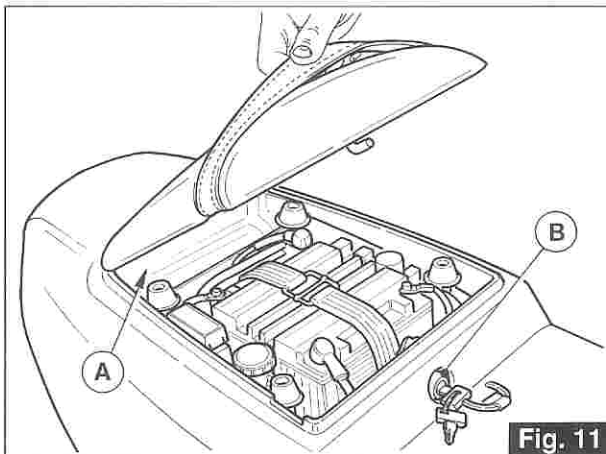

Fig. 11
Si trova nella parte posteriore sul lato destro del motociclo; per accedervi occorre togliere la sella del passeggero (vedi fig. 11).
Situated on the rear right-hand side of the motorbike; remove the passenger seat to access to it (see fig. 11).
3.15 VANO PER DOCUMENTI E ATTREZZI («A» di fig. 11)
3.15 DOCUMENTS AND OBJECTS HOLDER («A» in fig. 11)